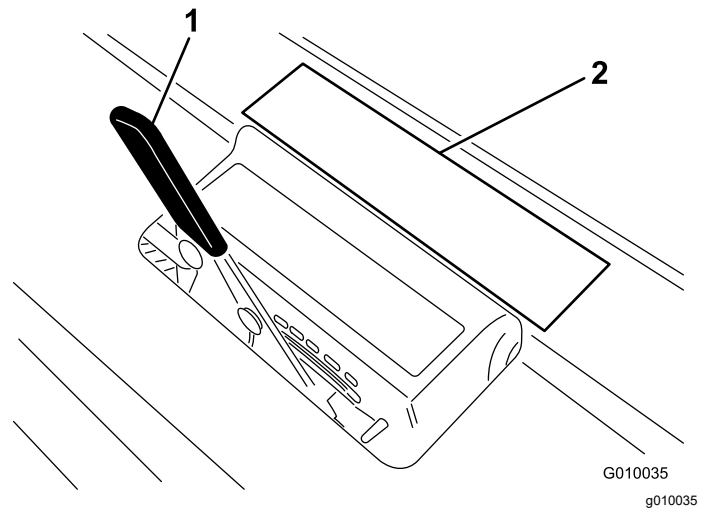

图 18
3. 将打孔针平放到打孔针深度标贴上 图 18 一头与所需的打孔深度对齐请参考标贴上的打孔针图示。